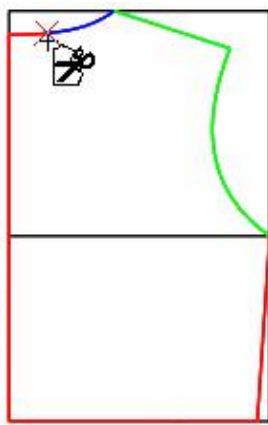

图 3
2. 用该工具单击线的某端点，按一个方向单击轮廓线，直至形成闭合的图形。拾取时如果后面的线变成绿色，击右键则可将后面的线一起选中，完成拾样，如图 3。